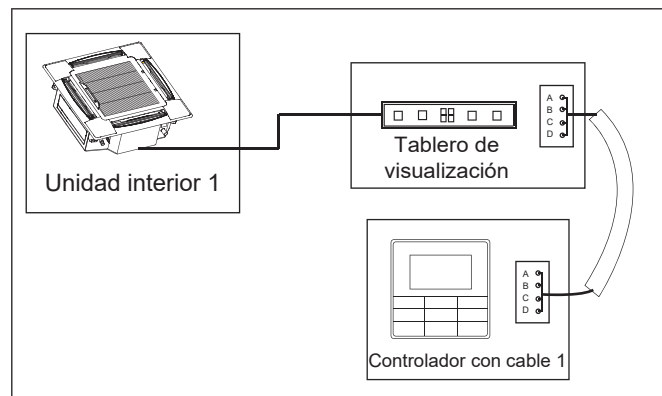

Figura 45
- Utilice 1 controlador con cable para controlar 1 unidad interior (vea la Figura 45).